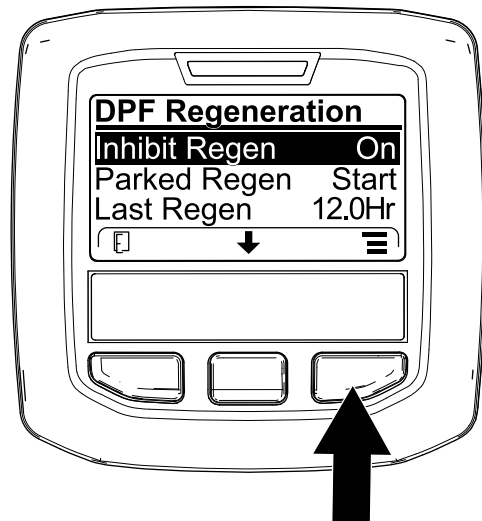

Figura 35
- Acceda al menú DPF Regeneration (Regeneración de DPF), pulse el botón central para desplazarse hacia abajo, hasta la opción INHIBIT REGEN (Inhibir regeneración) y pulse el botón derecho para seleccionar la opción Inhibit Regen (Figura 35).
- Pulse el botón derecho para cambiar el ajuste de inhibición de regeneración de Activado a Desactivado (Figura 35) o viceversa (Figura 36).